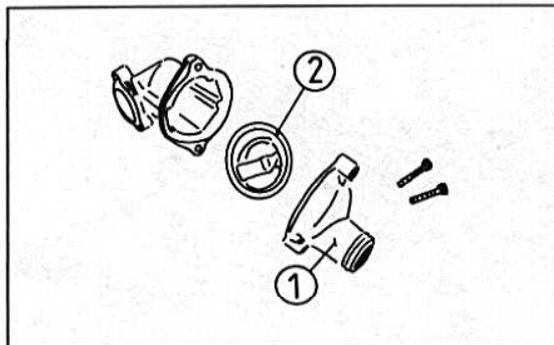

Bild 95
- Den Thermostat entnehmen (Bild 95).